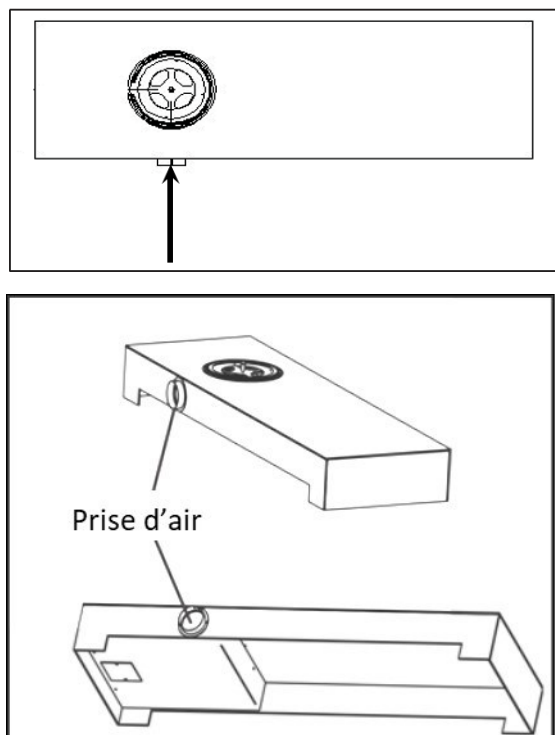

Fig. 4
- Passer le boulon par le socle dans le trou de fixation. Pour la tablette, passer le boulon par la buse de prise d'air extérieure de la tablette et introduire-le dans le trou de fixation avec une clé Allen (voir schéma fig.4).